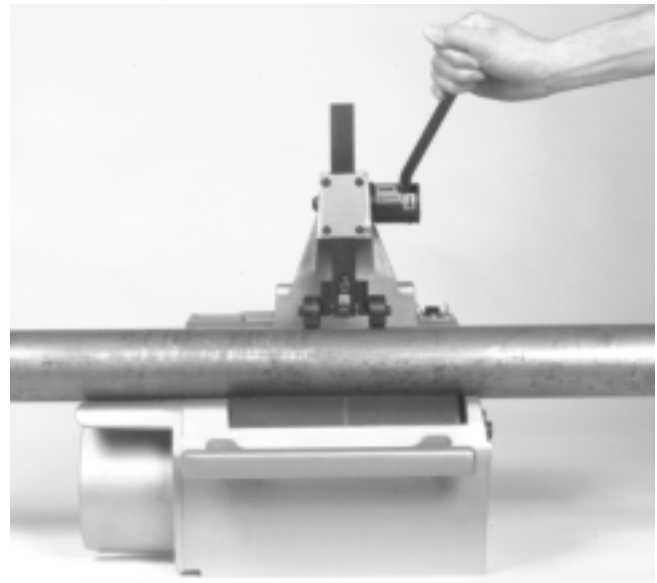

Figure 3 – Position opératoire et installation de la machine appropriées
2. Montez la machine sur le trépied à l'aide des trois (3) boulons de $\frac{3}{8}$ - 16 x $1\frac{3}{4}$ po et rondelles prévus (Figure 3).
2. Ramenez le levier de la machine à la verticale afin de pouvoir introduire le tuyau (Figure 3).
3. Positionnez le tuyau sur les rouleaux de manière à ce que le tracé de coupe se trouve à l'aplomb du galet de coupe. Lors de la coupe de longueurs de tuyau de plus de quatre (4) pieds, prévoyez des porte-tubes. Deux (2) porte-tubes seront nécessaires pour les tuyaux de plus de huit (8) pieds de long.
4. Tenez-vous de manière appropriée afin maintenir votre équilibre et le contrôle de l'appareil (Figure 3).